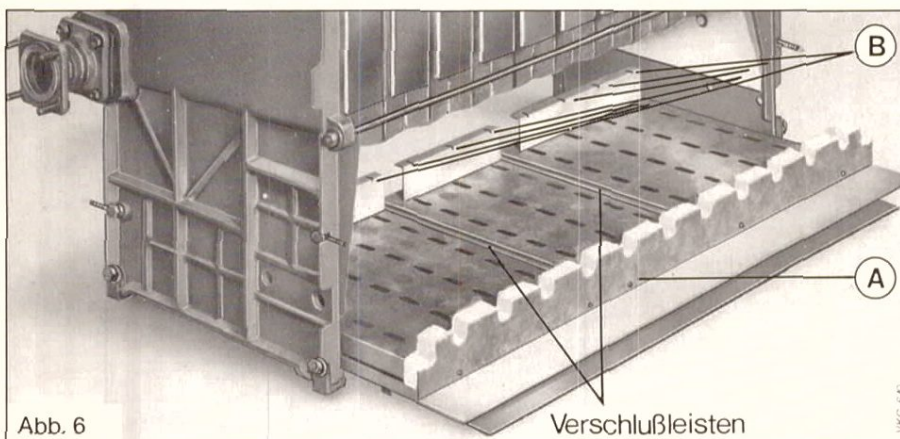

Abb. 6
Bodengruppe kompl., bestehend aus Bodenblech, Lochblech unten und oben, vorderer unterer Brennerplatte. Bodengruppe auf den Auflageleisten der Endglieder bis zum Anschlag (hinten) einschieben und mittig ausrichten. (A), Abb. 6. Ggf. Lage der Verschlussleisten korrigieren.